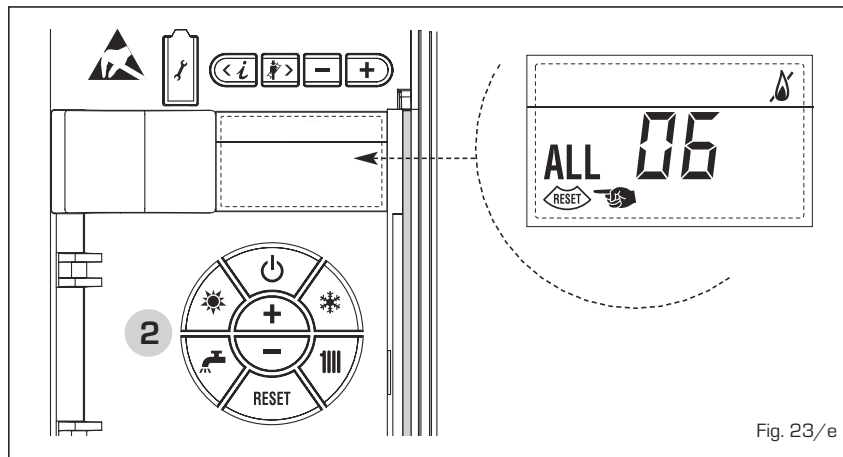

Fig. 23/e
- **ANOMALÍA TERMOSTATO SEGURIDAD “AL 07” (fig. 23/f)**